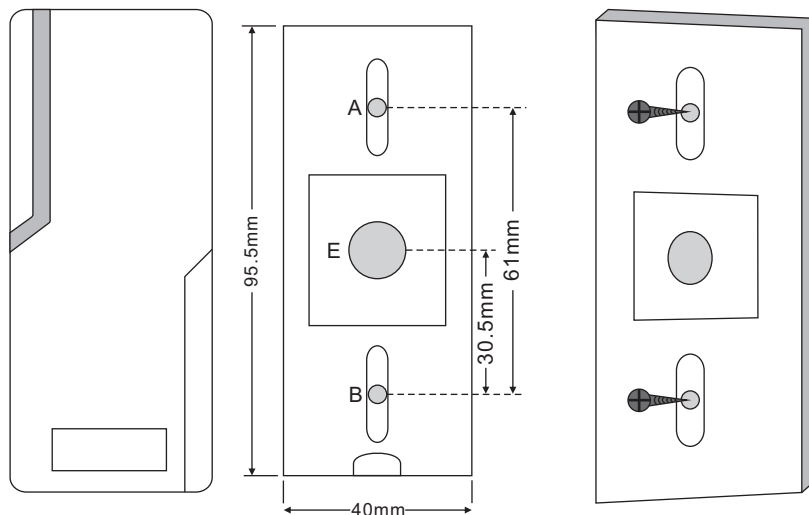

图1
- 1、按照图1，在墙上画出安装孔“A，B”及出线孔“E”的尺寸位置。用冲击钻φ6mm的钻头钻安装孔“A，B”，φ10mm的钻头钻出线孔“E”。